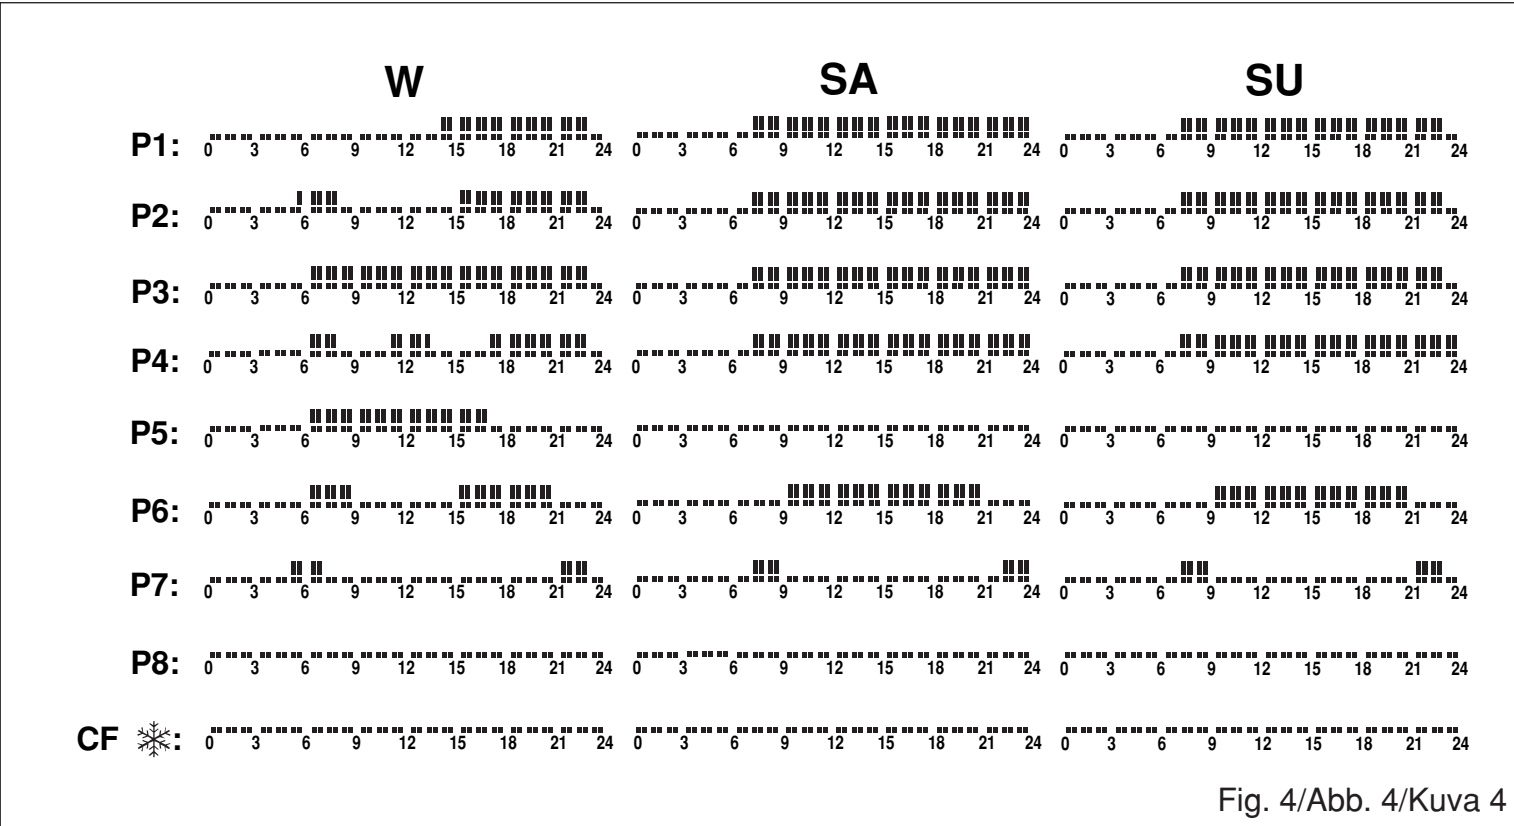

Fig. 4/Abb. 4/Kuva 4
Funktionsenheten R80 PDE passar till Nobøs serie 8 elpanel av typ C, P, K, L, R och T. Den levereras separat och kan enkelt monteras av auktoriserade elinstallatörer. Elpanelen skall vara avstängt vid monteringen. Se fig. 2-L1 för identifiering av funktionenhetens typbeteckning. Funktionenheten R80 PDE är utrustad med en exakt elektronisk termostat. Den har en inbyggd timer med 9 fasta program (fig. 4).
3.3 PROGRAMÖVERSIKT - fig. 4
Funktionsenheten passer til Nobøs serie 8-ovner af typen C, P, K, L, R og T. Den leveres færdigmonteret, og den kan udskriftes af en autoriseret installatør. Der skal være slukket for ovnen ved montering. Se fig. 2-L1 for identificering af funktionsenhedens typebetegnelse. Funktionenheden er udstyret med en nøjagtig elektronisk termostat. Den har en indbygget timer med 9 faste programmer (fig. 4).
3.3 PROGRAMOVERSIGT - fig. 4
See fig. 2-L1 for how to identify the operating unit model type. The function module R80 PDE contains an accurate electronic thermostat. It has a built-in timer with 9 fixed programmes (fig. 4).
1. L'unité fonctionnelle L'unité fonctionnelle R80 PDE est conçue pour opérer avec les appareils de chauffage Nobo Série 8, modèles C, P, K, L, R et T. Elle est livrée entièrement assemblée et peut être remplacée par un technicien agréé. L'appareil de chauffage doit être mis hors tension pendant l'installation. Voir la fig. 2-L1 pour savoir comment identifier le modèle de l'unité fonction-nelle. L'unité fonctionnelle R80 PDE est équipée d'un thermostat électronique précis. Elle est équipée d'une minuterie incorporée à 9 programmes fixes (fig. 4).